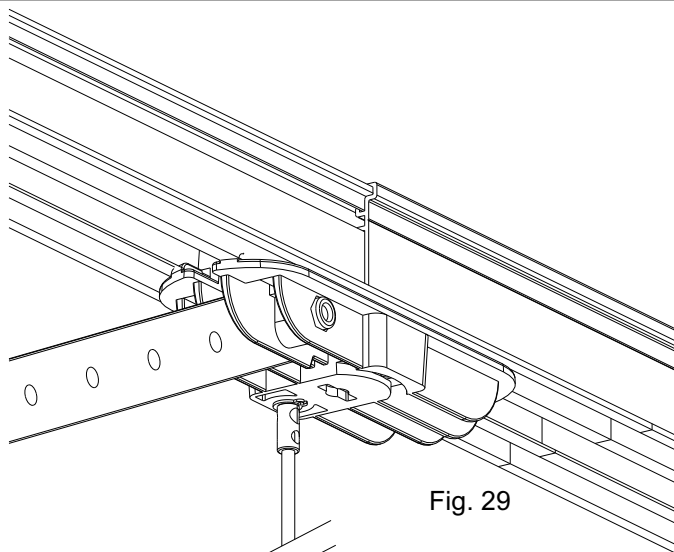

Fig. 29
- Tire del pomo de desbloqueo y abra la puerta manualmente (Fig. 29).